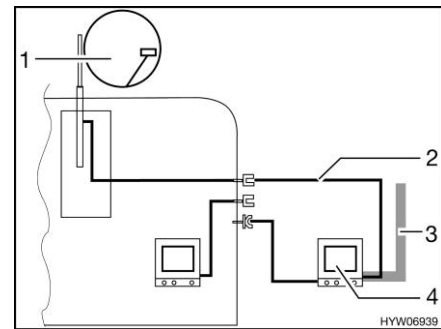

Bild 200 TV i förtältet
- TV i förtältet (Bild 200,4): Anslutning till takantenn (Bild 200,1) med anslutningskabel (Bild 200,2)
- TV i förtältet (Bild 200,4): Anslutning till extern antenn (Bild 200,3)